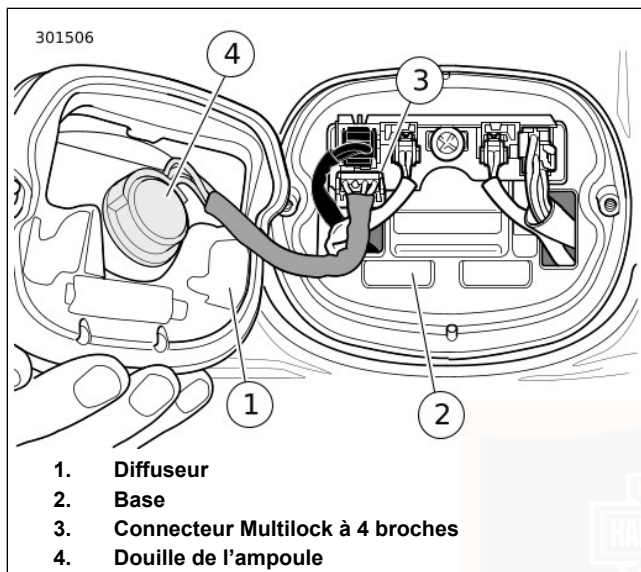

Figure 70. Ensemble du feu arrière
2. Voir Figure 70. Déconnecter le connecteur du feu arrière (3).
3. Tourner la douille d'ampoule (4) de 1/4 de tour dans le sens antihoraire et la retirer de l'ensemble de feu arrière. Tirer l'ampoule de la douille.
2. Insérer la douille (4) dans l'ensemble de feu arrière et la tourner 1/4 de tour dans le sens horaire.
3. Voir Figure 70. Brancher le connecteur de feu arrière (3).